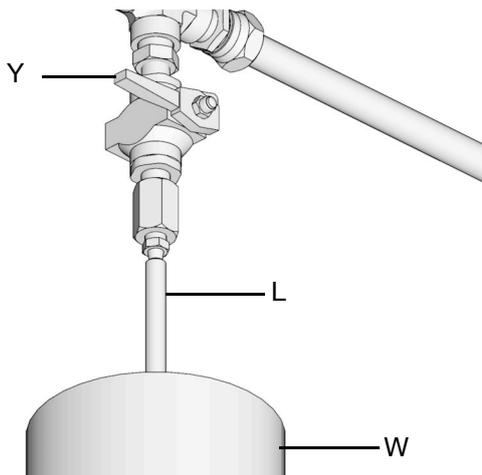

ABB. 20:
- a. Zur Druckentlastung zwischen Befüllpumpe (F) und automatischem Befüllstopp (B), das Kugelventil (bv) öffnen (ABB. 20). Der Druck wird entlastet und überschüssiges Material läuft aus dem Ablassrohr (L) in den Materialüberlaufbehälter (W) ab.